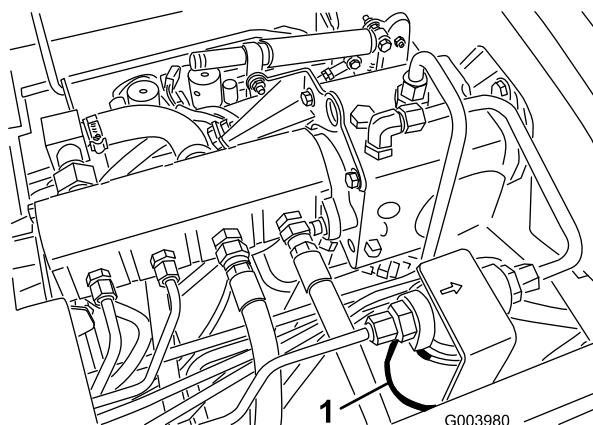
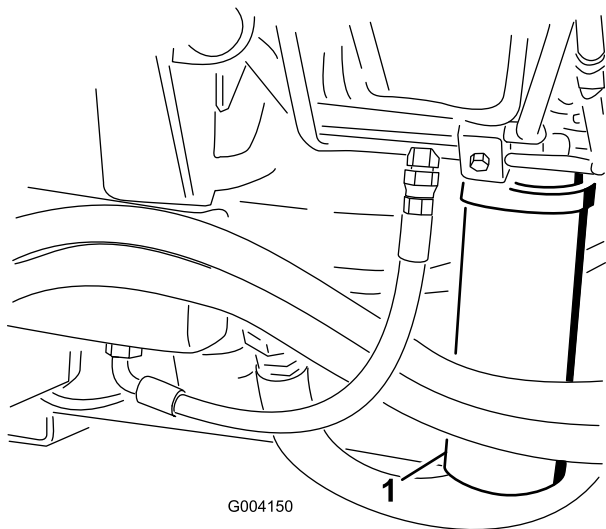

図 80
図 81
2. フィルタ取り付け部付近をきれいに拭き、下に容器を置く (図 80 と図 81)。